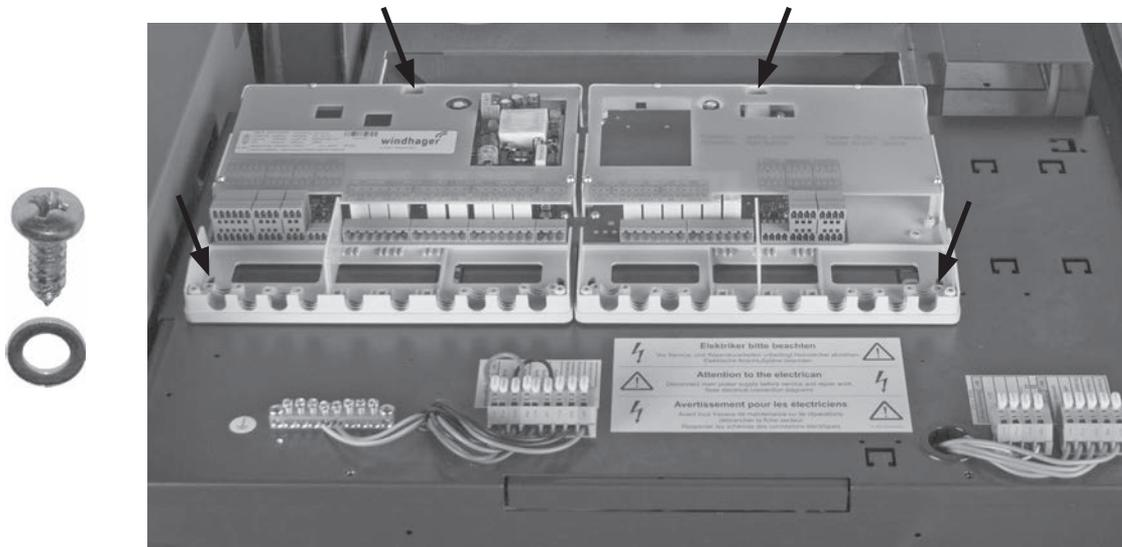

Fig. 94 Montage der Regelung MES INFINITY (Funktionsmodule) auf Schaltfeld
- Funktionsmodul mit beiliegenden U-Scheiben und Blechschrauben auf Schaltfeld schrauben – Fig. 94.